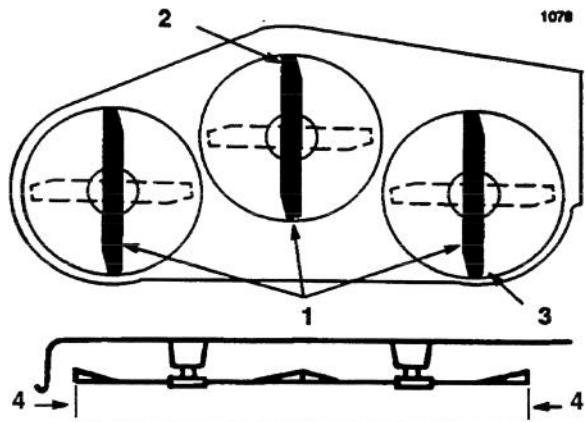

Figure 13
4. Placer le levier de hauteur de coupe (relevage de l'unité) dans le cran "C" et tourner les lames avec précaution de telle sorte qu'elles soient dirigées d'avant en arrière (Fig. 13).
5. Mesurer la distance entre les extrémités des lames avant (Fig. 13) et arrière et la surface plane. L'extrémité de la lame avant doit être à 0-8 mm en-dessous de l'extrémité de la lame arrière. Si ce n'est pas le cas, régler la plaque de montage avant de la tondeuse au niveau de l'essieu (Fig. 13).